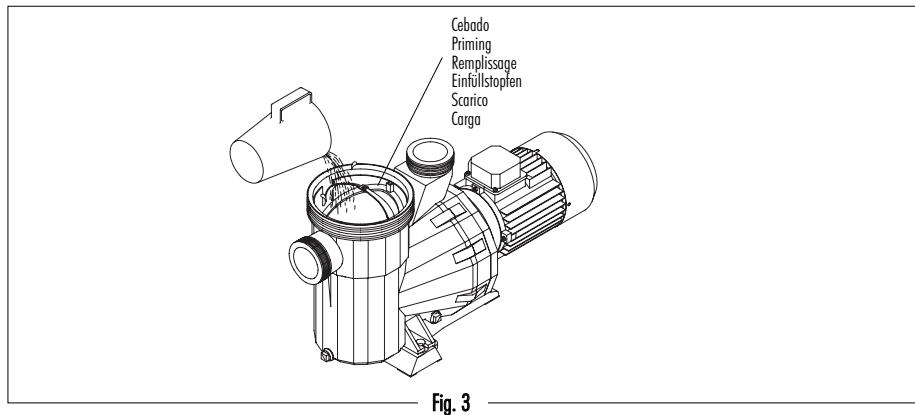

Fig. 3
- Para o correcto funcionamento da bomba é necessário efectuar o enchimento do pré-filtro da bomba até que a água chegue à conduta de aspiração (Fig. 3).